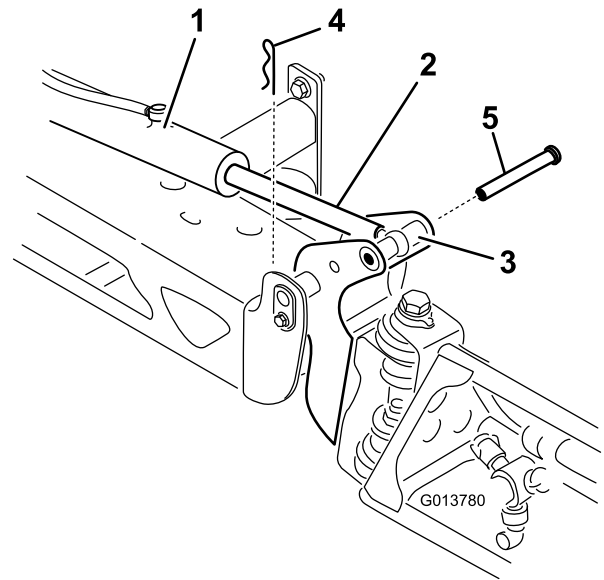

図 63
2. ピボットピンからコッターピンを抜取る 図 63。
3. ブームを持ち上げて、ピンを外し 図 63、ブームをゆっくりと床面に降ろす。
9. ブームを支えながら、ブームのピボットとアクチュエータロッドにピンを通す(図 63)。